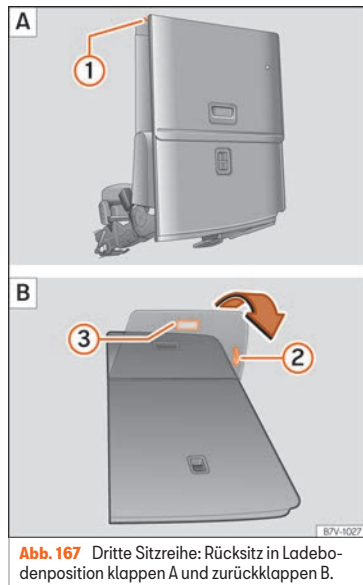

Abb. 167 Dritte Sitzreihe: Rücksitz in Ladebodenposition klappen A und zurückklappen B.
- Gegebenenfalls Hebel »» Abb. 167 ❷ ziehen, um den Rücksitz in Längsrichtung in die gewünschte Position zu verschieben. »»
- Entfernen Sie Gegenstände aus dem Fußraum vor und hinter dem Rücksitz »» ❶.
- Hebel »» Abb. 167 ❶ nach oben ziehen und Rücksitzlehne nach vorn klappen. Der komplette Rücksitz klappt nach vorn »» ⚠ und auch die Sitzfläche schwenkt selbsttätig nach vorn.
- Schlaufe »» Abb. 167 ❷ ziehen, um die Sitzabdeckung zurückzuklappen.
- Ziehen Sie am Haltegriff »» Abb. 167 ❸. Der komplette Rücksitz klappt nach hinten.